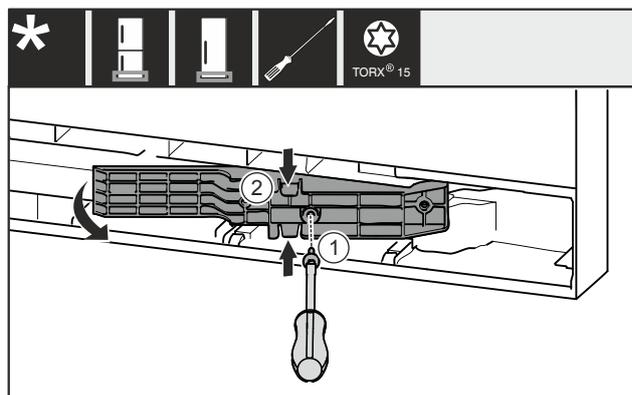

Fig. 19 *
- ▶ Извлеките винт Fig. 19 (1)*
- ▶ Слегка сожмите деталь адаптера Fig. 19 (2) сверху и снизу и извлеките ее.*